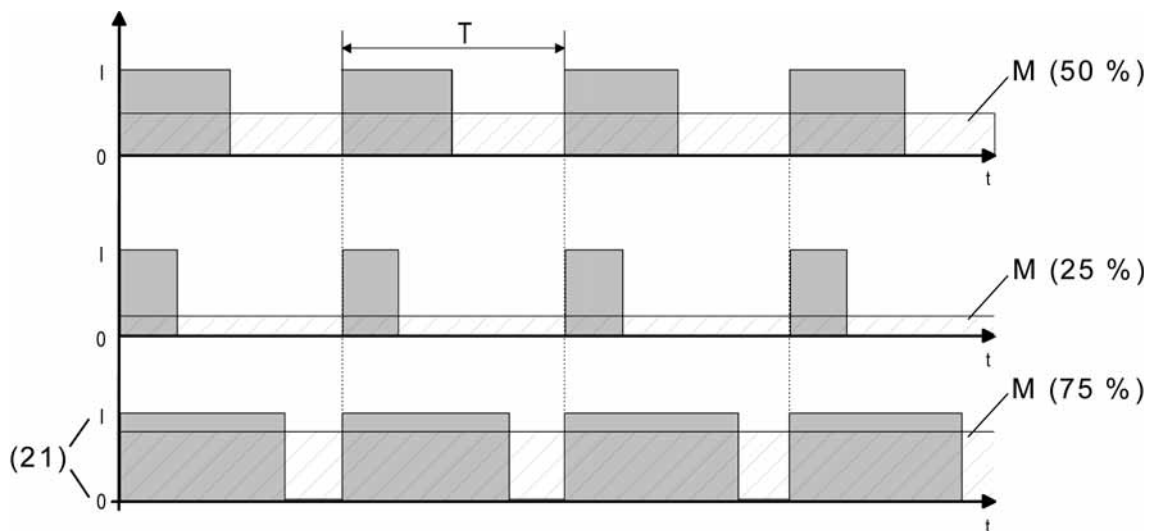

Bild 58: Pulsweitenmodulation eines Ventil-Ausgangssignals
Sobald der Raumaktor eine stetige Stellgröße oder einen in der ETS konfigurierten stetigen Ventil-Sollpositionswert an einem Ventilausgang einstellen soll, moduliert er das Ausgangssignal über die Einschalt-Pulsweite. Der aus dieser Modulation resultierende Mittelwert (M) des Ausgangssignals ist unter Berücksichtigung der im Aktor einstellbaren Zykluszeit (T) ein Maß für die gemittelte Ventilstellung des Stellventils und somit eine Referenz für die eingestellte Raumtemperatur (siehe Bild 58).